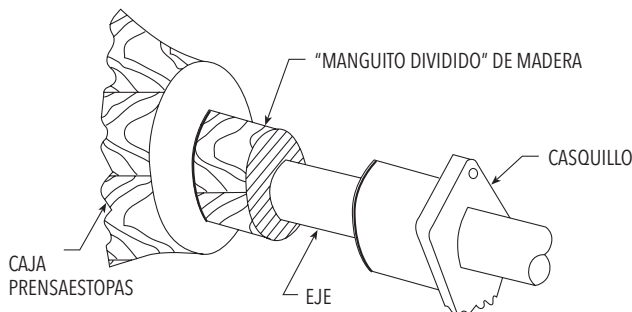

Figura 14
4. Para empacar la caja prensaestopas, instale los anillos de empaque y el aro de linterna en la secuencia siguiente. Instale dos anillos de empaquetadura, luego el aro de linterna, y luego los tres anillos de empaquetadura restantes. Instale cada anillo por separado y asíéntelo firmemente. Se recomienda el uso de un manguito dividido de madera para esta operación. Vea la figura 14. Use el casquillo para mover el manguito y el anillo dentro de la caja. Alterne las juntas en cada aro 90°. Asegúrese de que la toma embutida en la caja prensaestopas se alinea con el centro del aro de linterna. Los anillos extra son de repuesto.